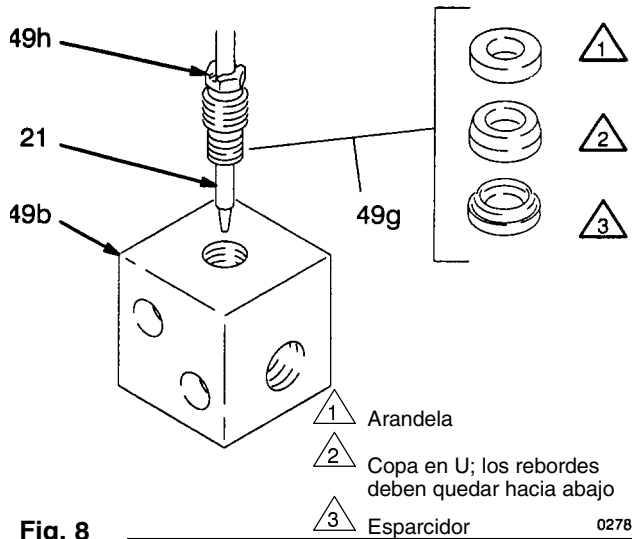

Fig. 8
4. Colocar la tuerca de empaquetaduras del producto activador (49h) y las empaquetaduras (49g) sobre la aguja de fluido tal como se muestra en la Fig. 8. Insertarlas en el alojamiento (49b) e introducir las roscas de la tuerca de empaquetaduras.